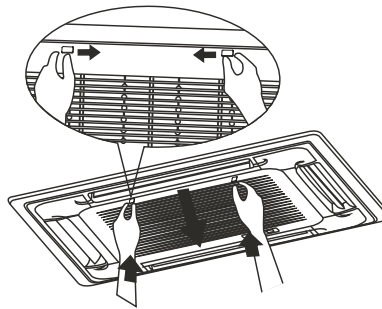
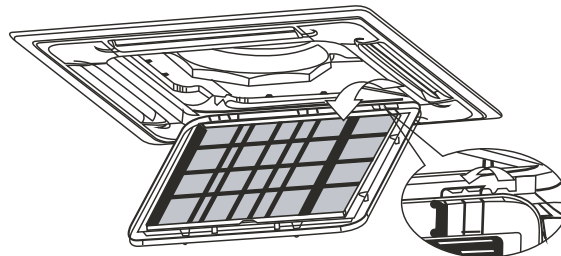

Figura 52
Figura 53
- Empuje los interruptores de la rejilla simultáneamente, como se indica en la Figura 52. A continuación, tire hacia abajo de la rejilla de entrada de aire (junto con el filtro de aire, como se muestra en la Figura 53). Tire de la rejilla de entrada de aire hacia abajo hasta 45° y levántela para retirarla.